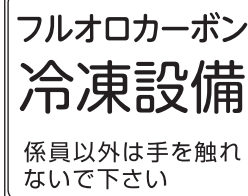

図 22 警戒票
- ガスヒートポンプエアコン室外ユニットに付属されている警戒票（図 22）を、ガスヒートポンプエアコン室外ユニットの見やすい所へ貼り付けてください。